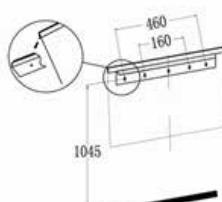

Abb. 4
- Für eine optimale Sicht, markieren Sie die Positionen der oberen vier Schrauben entsprechend den empfohlenen Montagemaße an der Wand – siehe Abb. 4.
- Heben Sie das Heizgerät vorsichtig hoch und achten Sie dabei darauf, dass die obere hintere Kante des Heizgeräts in die lange Wandhalterung einhakt (siehe Abb. 4 im Kreis) und mittig sitzt.